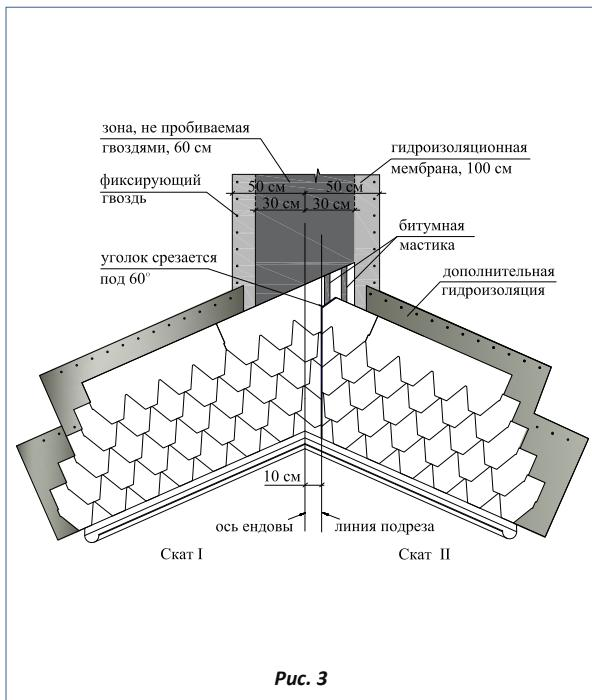

Рис. 3
Ендова (рис. 3)
- лист, подходящий к ендовой со ската II, должен доходить до линии подрезки и обрезаться по ней. Верхний уголок обрезанного края листа подрезается под углом 60° (5 x 3 см – рис. 3);